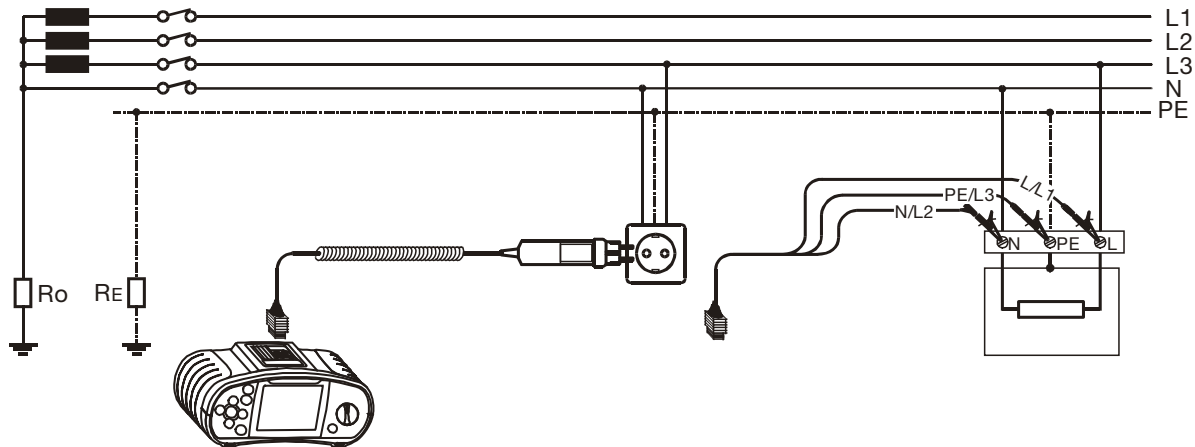

Abb. 5.29 Anschluss des Steckerkabels und des Universalprüfkabels
Schritt 3 Befolgen Sie zur Durchführung der Messung der Schleifenimpedanz den Anschlussplan in Abb. 5.29. Benutzen Sie bei Bedarf die **Hilfe**-Funktion.